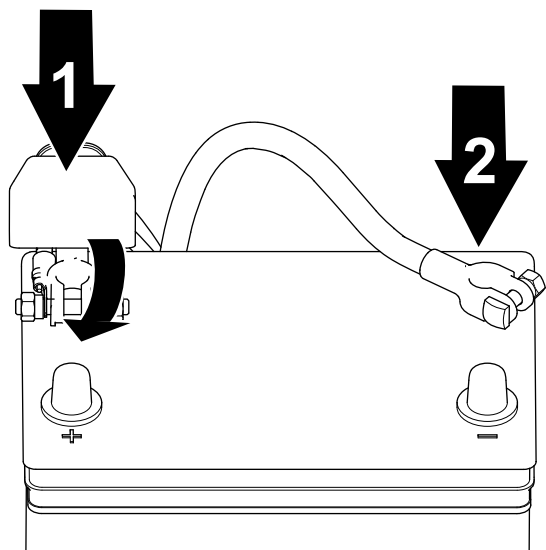

图 40
1. 将正极接线连接到电池拧紧电池夹螺母图 40。
2. 将负极接线连接到电池拧紧电池夹螺母图 40。